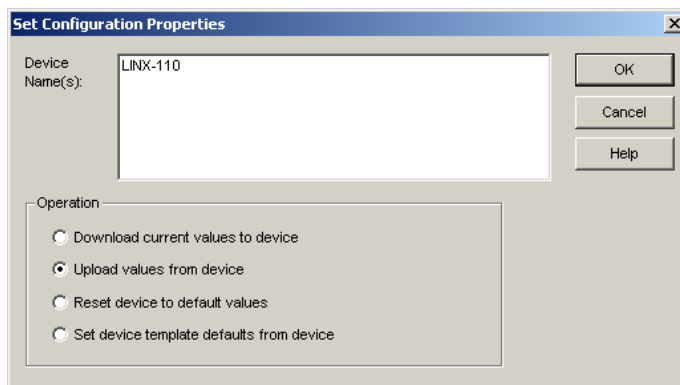

Abbildung 37: Setzen von CPs in LonMaker TE
2. Der Dialog in Abbildung 37 wird geöffnet.